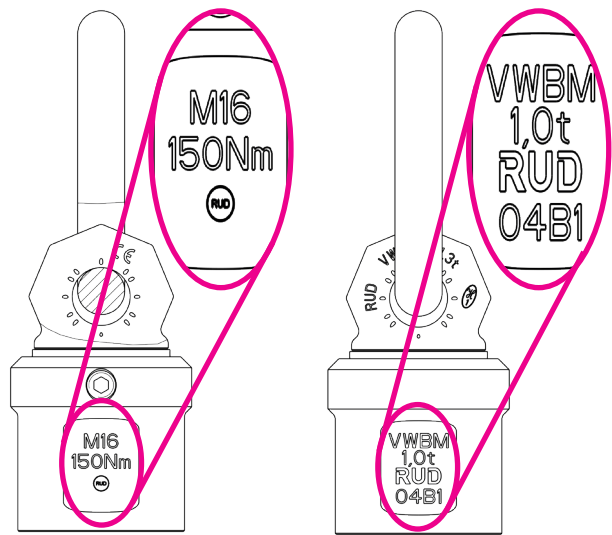

Abb. 2: Bauteilkennzeichnung VWBM
- Stellen Sie sicher, dass das verwendete Gewinde die gleiche Gewindeart, Gewindegröße wie der verwendete VWBM hat. Der VWBM ist mit der Gewindeart und Größe gekennzeichnet (Abb. 2).